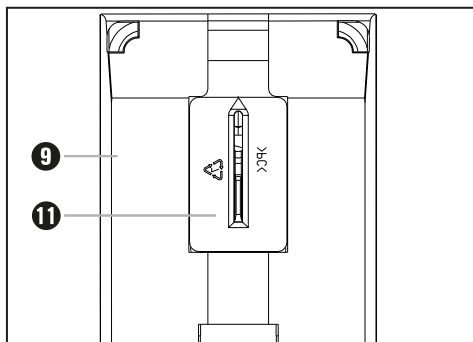

Abb. 1: Spanreißschutz montieren
- ◆ Drücken Sie den Spanreißschutz **11** von unten in den Gleitschuh **9**, bis er spürbar einrastet (Pfeil nach oben). Die ▲ - Markierung des Spanreißschutzes **11** weist in Richtung der Vorderseite des Gerätes (siehe auch Abb. 1).